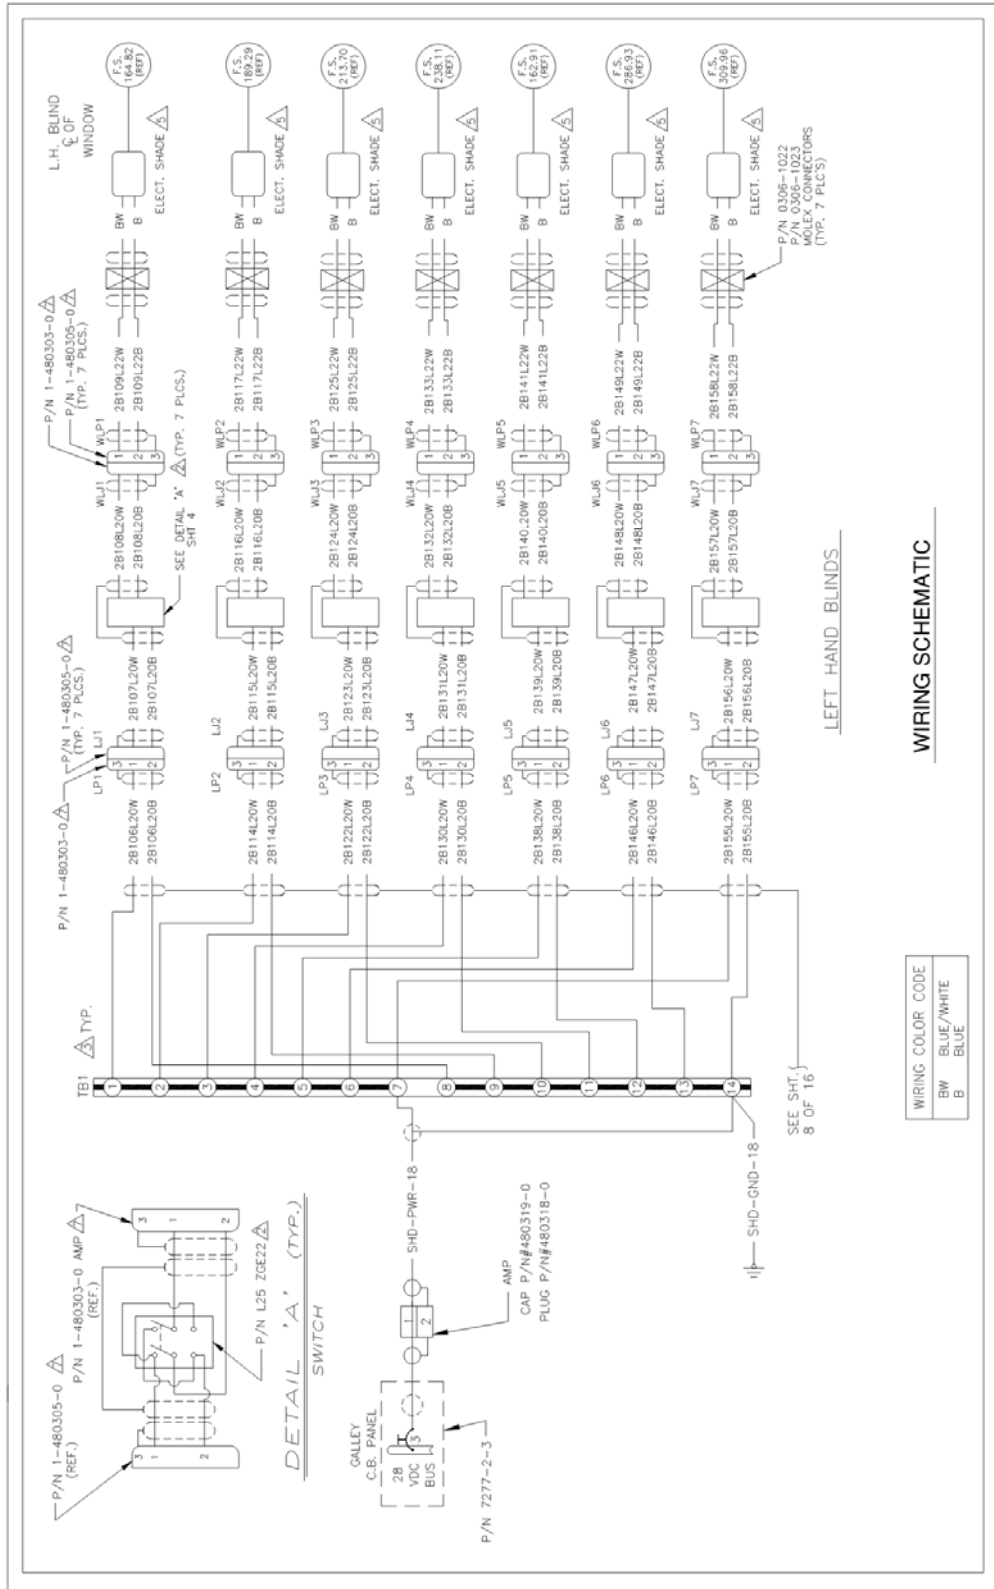
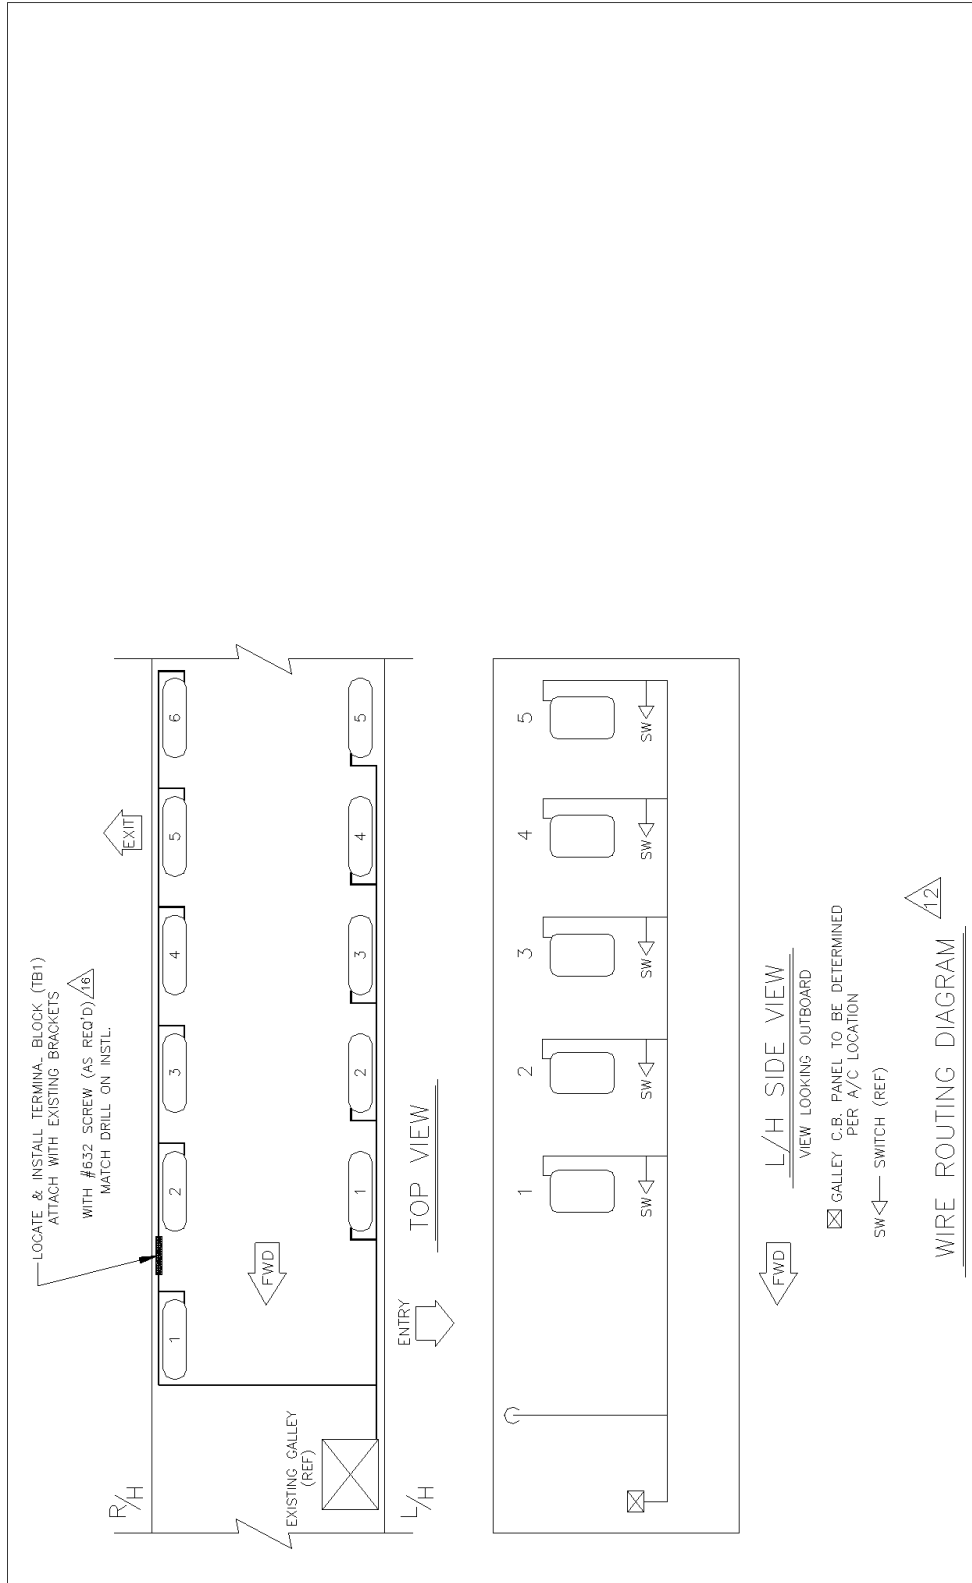

FIGURE 3 / GRAPHIC 25-23-03-991-003
FIGURE 6 / GRAPHIC 25-23-03-991-006
- A. Refer to FIGURE 3/ GRAPHIC 25-23-03-991-003 thru FIGURE 6/ GRAPHIC 25-23-03-991-006